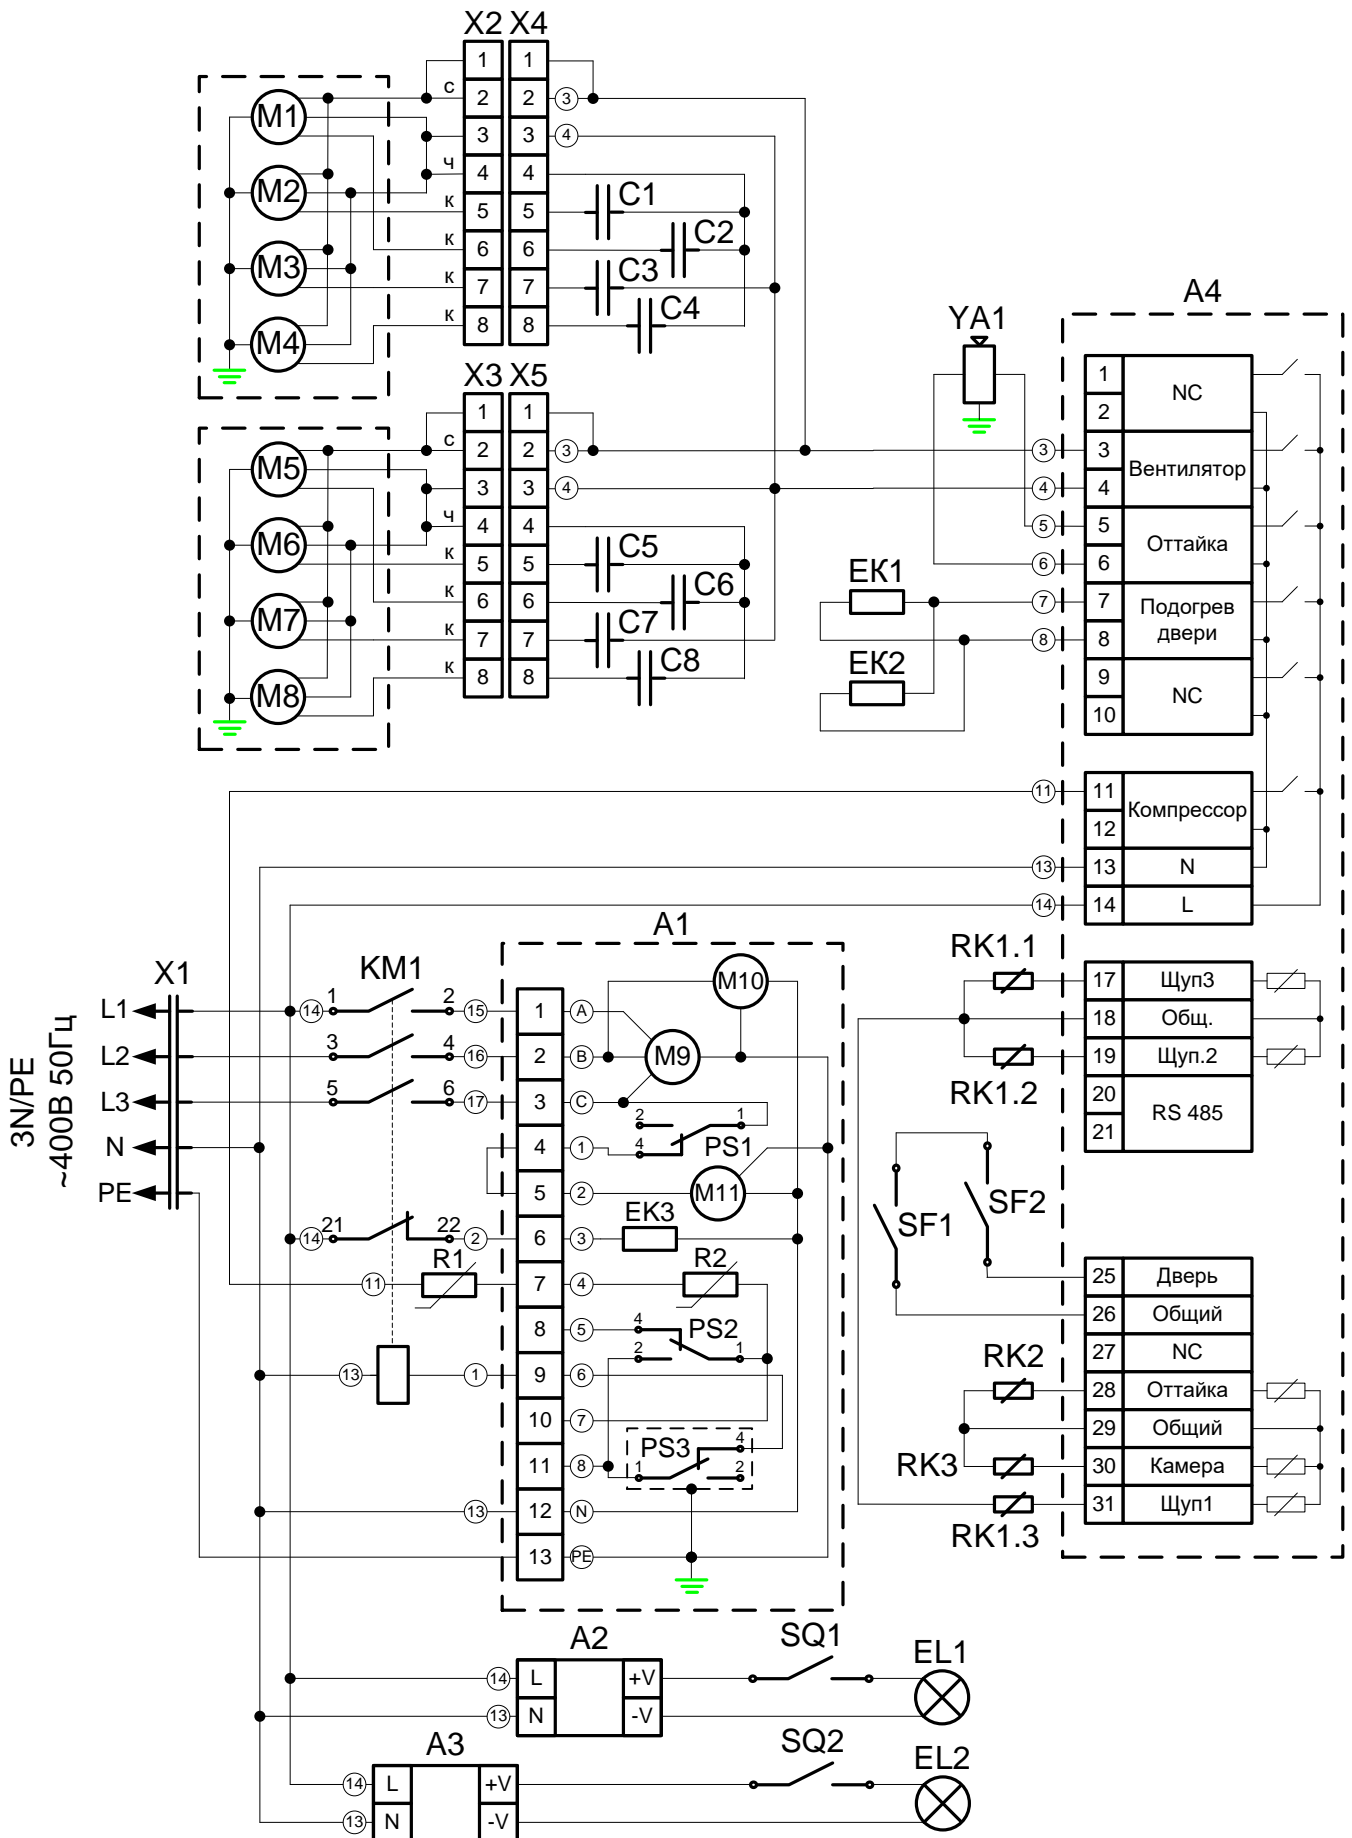

Рис. 15 Принципиальная электрическая схема шкафа
- установите новый шнур питания, аналогичный штатному шнуру питания (см. п.9.3 руководства), в соответствии со схемой на рис. 15.